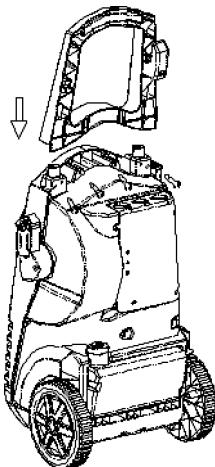

Fig 1.
2. Monter håndtaket (2): Trykk den ned ovenfra og fest den med skruene som følger med (se fig. 1).